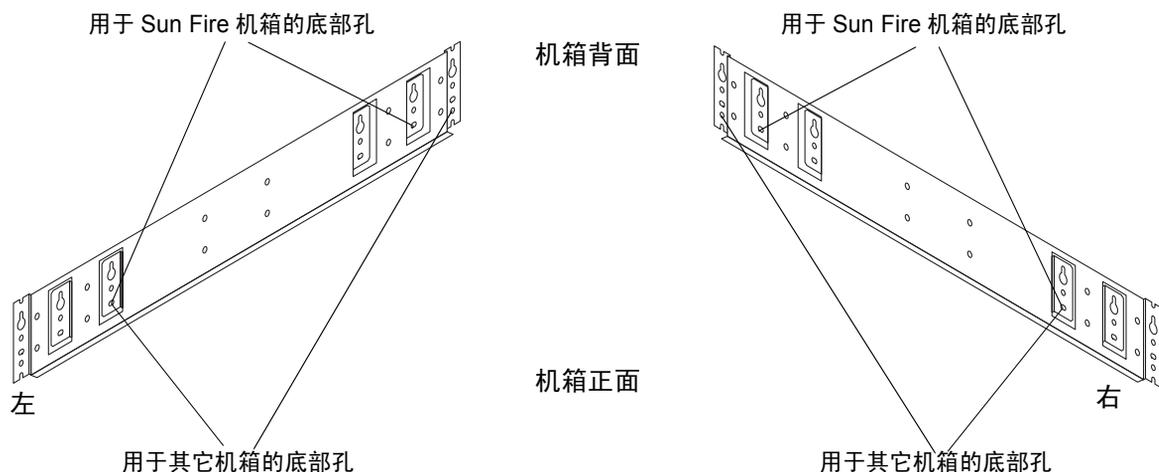

图 5 将装配托架固定到机箱的底部孔
根据图 5 中的安装指导，将螺丝插入装配托架。将螺丝穿过装配托架中的孔插入机架中专用的编号孔中（使用“将托架装入机箱”栏中较小的编号）。
5. 在 Sun StorEdge 扩展机箱示例中，使用图 5 中“用于其它机箱的底部孔”所示的底部孔穿过机箱两侧每个装配托架将螺丝插入。螺丝通过托架连接到装配机架中编号为 8 的孔中。